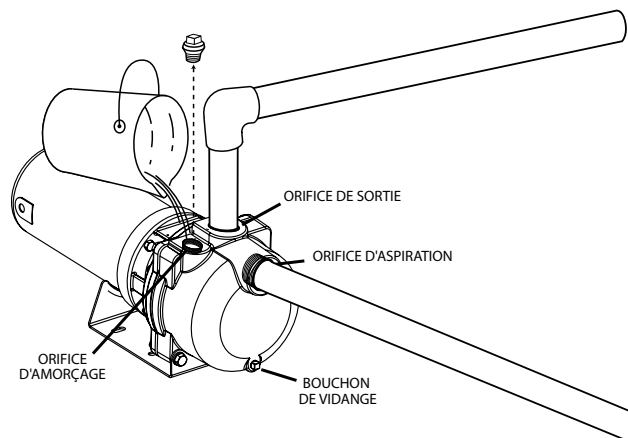

Figure 7
1. Retirez le bouchon de l'orifice d'amorçage de la pompe (Figure 7).